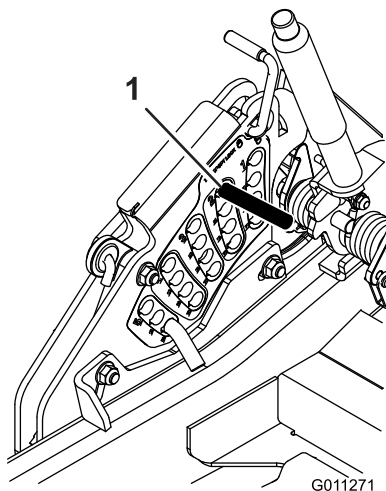

Figura 2
- D. Instale una varilla o un perno de 1/2 x 6 pulgadas (aprox.) por el taladro de altura de corte de 51 mm (ver Figura 2).